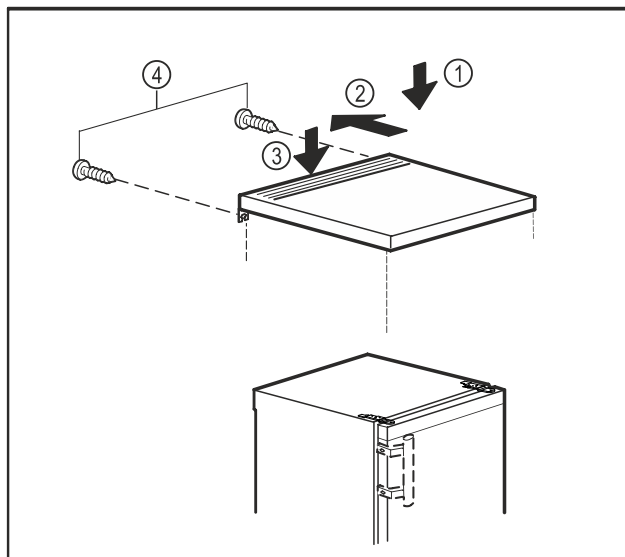

Fig. 11
- ▶ Положите столешницу на устройство. Fig. 11 (1)
- ▶ Сдвиньте столешницу назад. Fig. 11 (2)
- ▶ Нажмите на столешницу сзади вниз. Fig. 11 (3)
- ▶ Затяните винты на задней стенке. Fig. 11 (4)